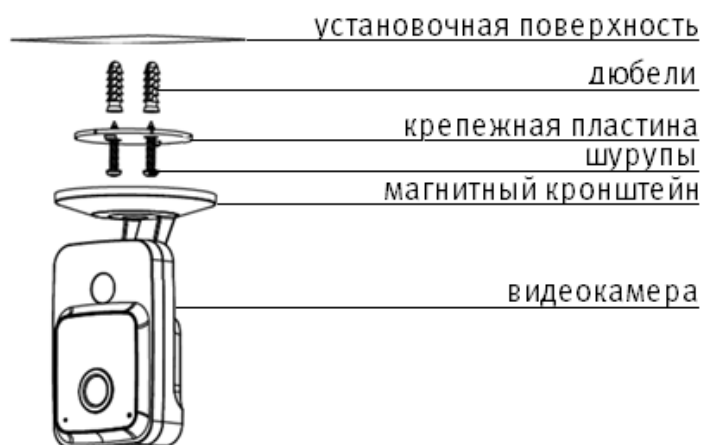

Рисунок 4.3 – Крепление видеокамеры
2. Используя крепежные элементы из комплекта поставки, закрепите крепежную пластину на установочной поверхности (Рисунок 4.3).